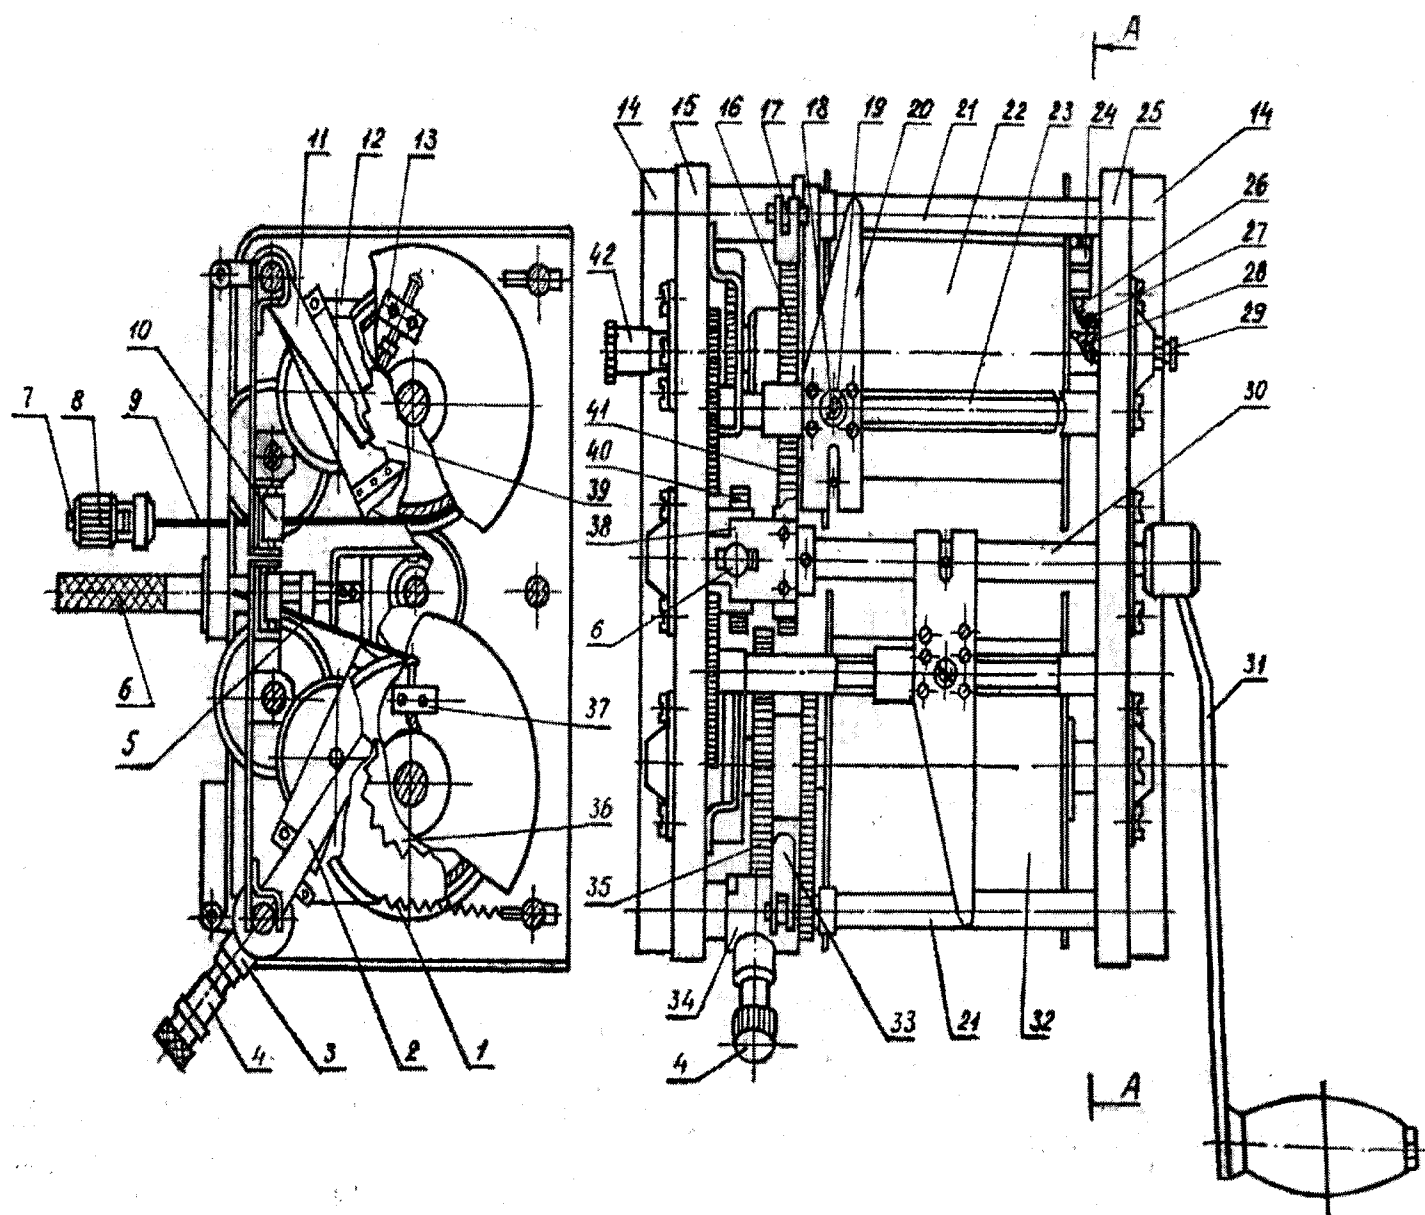
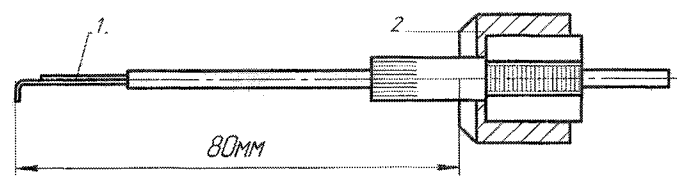

Рис. 2 Лебедка:
Рис. 3. Порядок монтажа муфты.
4.4 Лебедка (рис. 2) служит для подъема и передвижения по створу гидрометрического груза с приборами. Механизмы лебедки монтируются на раме, состоящей из правой 25 и левой 15 щек, соединенных между собой стяжками 21. По нижнему обрезу щек приварены угольники 14 с отверстиями, через которые лебедка болтами крепится к кронштейнам на неподвижной стенке кабины.
Порядок монтажа муфты показан на рис. 3. Из отверстия муфты 24 (см. рис. 2.) выходит токопроводная жила 26 с припаянным наконечником 27. Наконечник 27 привернут к изоляционной втулке 28 винтом, соединяющим токопроводную жилу со штырем. Штырь контактной пружиной соединяется с винтом 29, через который на токопроводную жилу с пульта подается напряжение. На свободный конец каната 9 монтируется штекер 8, изолированный стержень 7 которого соединяется с токопроводной жилой.
Порядок монтажа штекера. Канат 9 (см. рис. 2) укладывается на барабан виток к витку плотными рядами укладчиком, состоящим из каретки 20 и ходового винта 23, вращение на который передается от
Перед закреплением каната на барабан ходовой винт 23 устанавливается так, чтобы на правом его конце место перехода с одной нарезки на другую располагалось сверху (см. рис. 2 - правая часть заднего ходового винта). Отверстие в щеке барабана, предназначенное для пропуска конца каната, необходимо установить в верхнем положении.